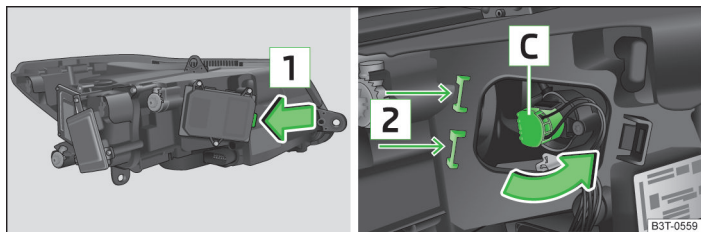

Fig. 204 Faros con luz de xenón: cambiar la bombilla de la luz de carretera.
- Desbloquear y retirar la tapa protectora en la dirección de la flecha » fig. 204.